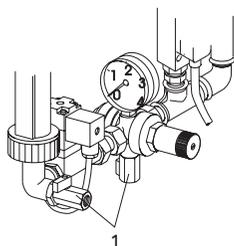

Рис.19: Спускной кран системы подачи воды
- Откройте спускной кран системы подачи воды (Рис. 19)